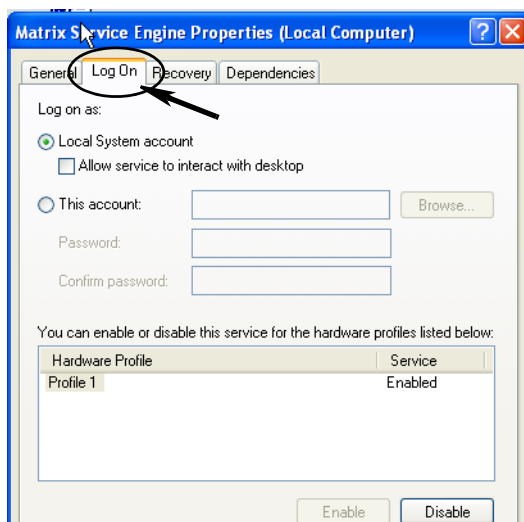

FIG. 38
- e. Selezionare la scheda Log On (Accesso) (FIG. 38).